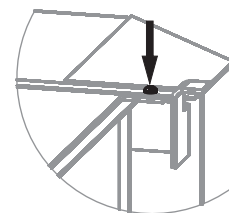

Рисунок 17. Саморезы для демонтажа бака печи «Компакт 2013 Б»
4. Отсоединить бак, открутив 2 самореза (рисунок 17)